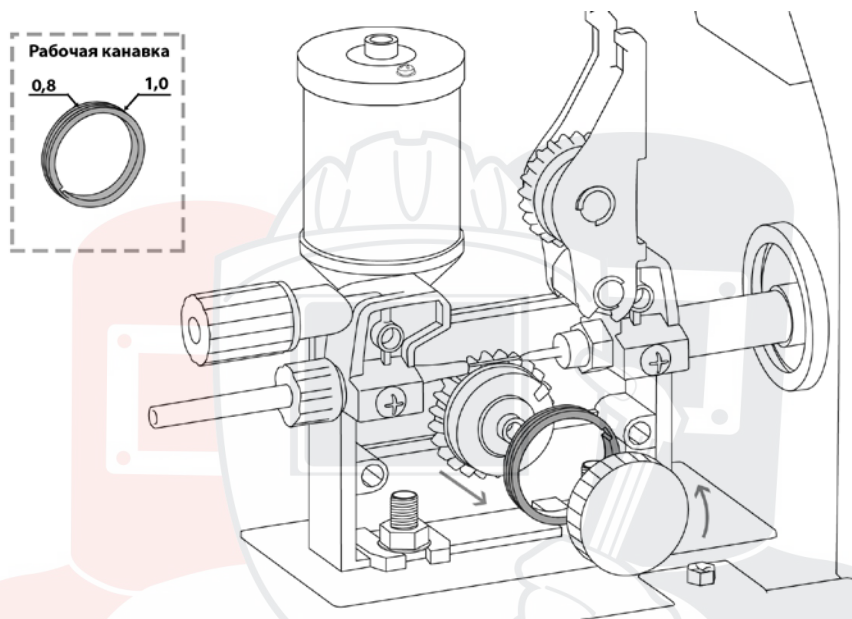
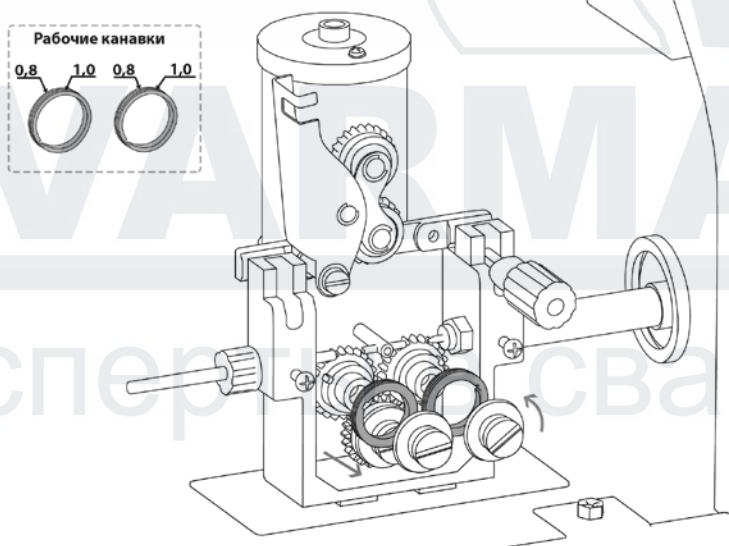

Рис. 8.10. Порядок смены подающего ролика TECH MIG 250 (N257).
Рис. 8.11. Порядок смены подающего ролика TECH MIG 350 (N258).
2. Установите необходимую канавку в зависимости от диаметра сварочной проволоки ролик (См. рис. 8.10 для TECH MIG 250 (N257) и рис. 8.11 для TECH MIG 350 (N258)).